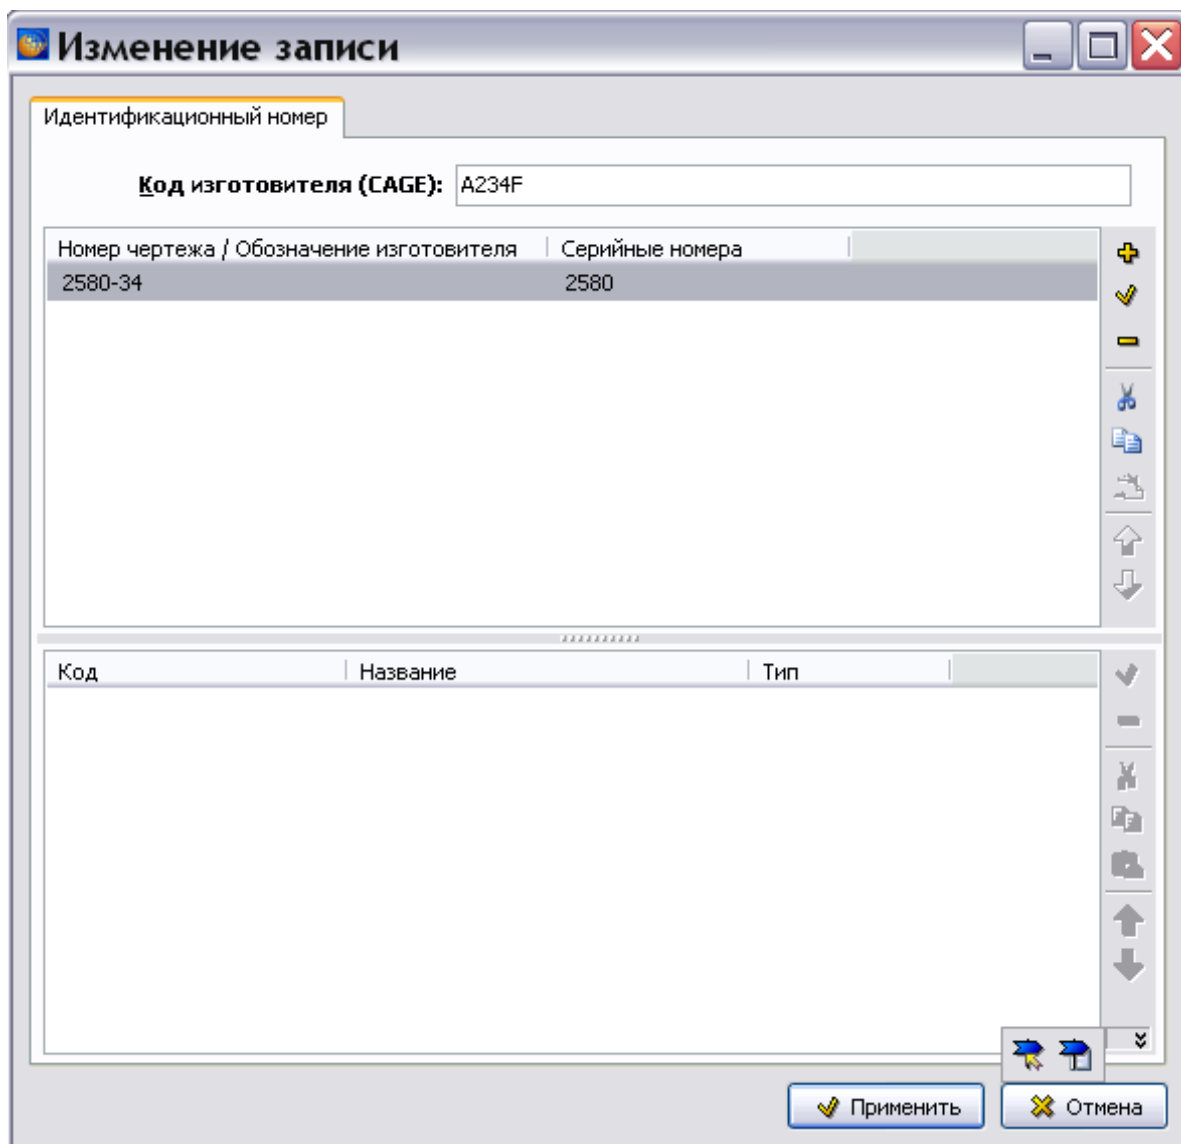

Рисунок 954
11) Нажмите на кнопку **Применить**. После этого произойдет возврат в окно **Изменение записи** для идентификационного номера (рисунок 954).